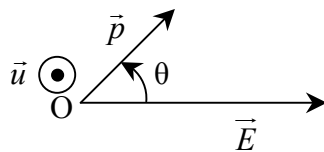

Figure 3
- 5.3 L'énergie potentielle du dipôle dans le champ  $\vec{E}$  a pour expression  $E_p = -\vec{p} \cdot \vec{E}$ . On note  $\theta$  l'angle entre  $\vec{E}$  et  $\vec{p}$ , orienté selon le schéma suivant (figure 3) :
- 5.5 Le moment cinétique du dipôle en O s'écrit  $J \frac{d\theta}{dt} \vec{u}$  où  $\vec{u}$  est un vecteur unitaire sur l'axe passant par O et orthogonal au plan défini par  $\vec{p}$  et  $\vec{E}$  et orienté selon la figure 3. La grandeur  $J$  est une constante positive du système, appelée moment d'inertie. Initialement, le dipôle est écarté de sa position d'équilibre stable. Établir l'équation différentielle vérifiée par l'angle  $\theta$ .